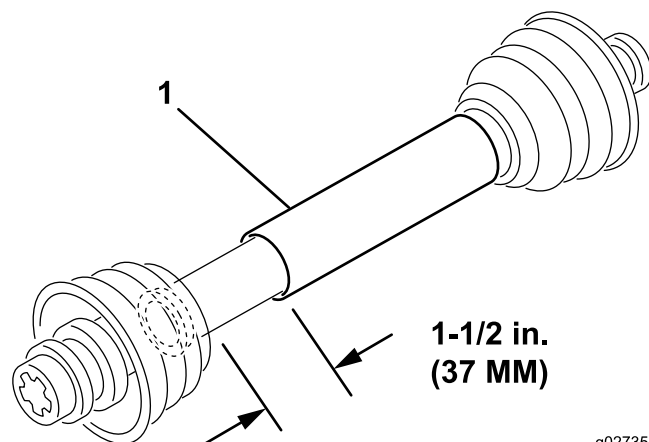

Figura 4
3. In questa lunghezza più corta, le 2 metà dell'albero della PDF devono avere almeno 37 mm di spazio aggiuntivo per rientrare (Figura 4).